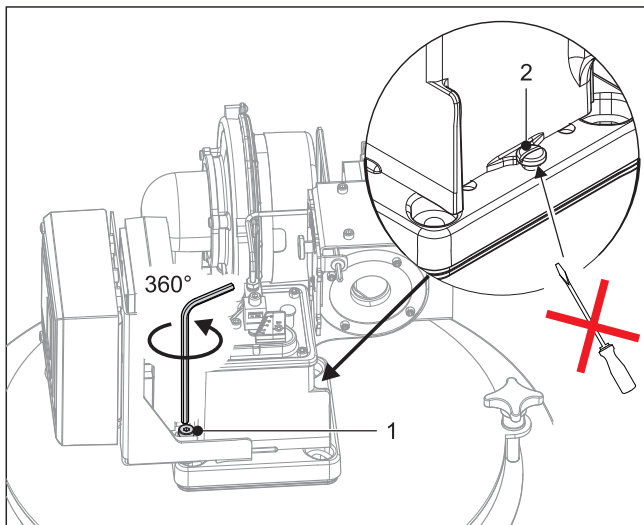
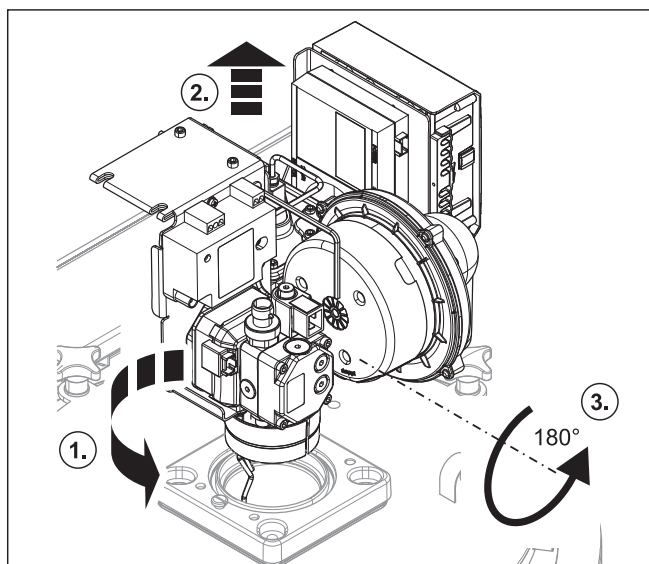

Bild 7-9 Serviceschraube am Brenner lösen
Bild 7-10 Brenner herausheben
- 4 Serviceschraube (Bild 7-9/Bild 7-10) lösen.
Die Positionierschraube (Bild 7-9, Pos. 2) dient zur korrekten Positionierung und zum festen Sitz des Brenners auf dem Brennerflansch. Sie muss zum Ausbau nicht gelöst werden.